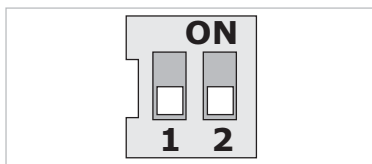

Fig. 24 : Interrupteurs DIP
Les interrupteurs DIP (fig. 9 pos. 6/fig. 24) se trouvent sous le capot du boîtier.